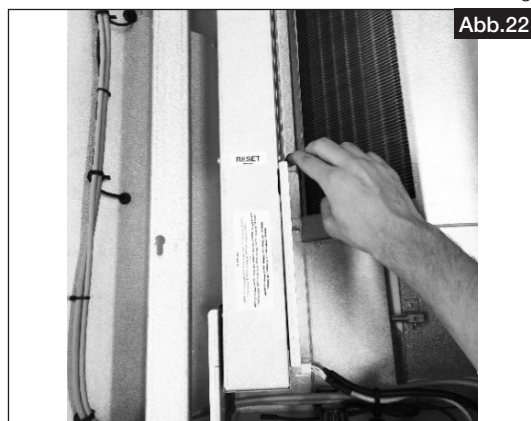

Abb.22
2. Reset-Schalter ziehen, um die elektrische Nachheizung zurücksetzen (s. Abb. 22).